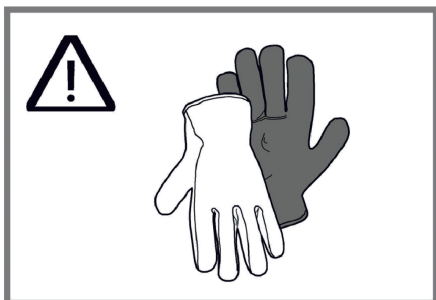

Abb. 5
- Benutzen Sie Arbeitshandschuhe, da scharfe Kanten zu Verletzungen führen können (Abb. 5).